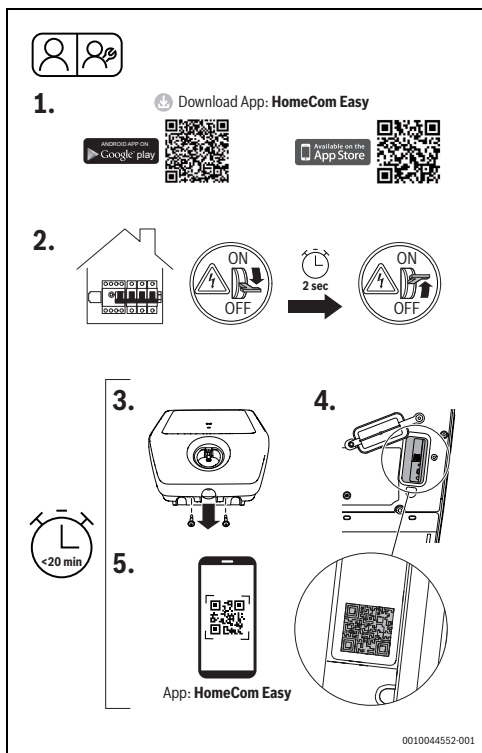

Bild 499 HomeCom Easy
- Inaktivera Power Charge 7000i genom att bryta strömmen till den och koppla in strömmen på nytt efter cirka två sekunder (bild 499, steg [2]).
- Lossa de två skruvarna på det främre höljet (bild 499, steg [3]).